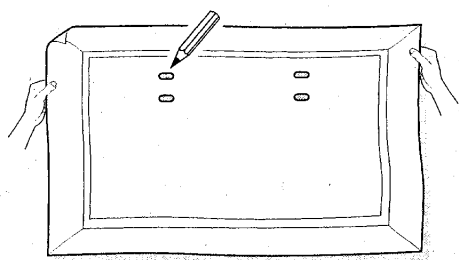

fig. 4
Remarque: le gabarit fourni ne peut être utilisé que pour un placement général (fig. 4).
- ❶ Choisissez l'endroit où vous souhaitez monter l'écran. Afin de vous assurer un alignement correct, utilisez le gabarit fourni. (fig. 4)